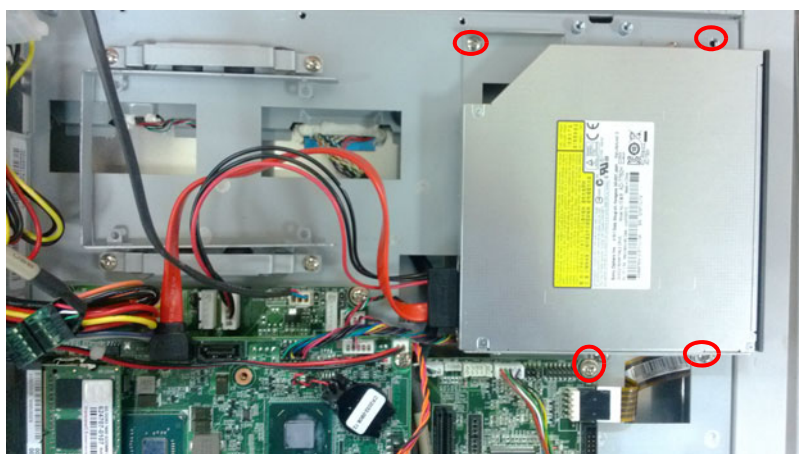

图 2.16:
2. 取出 ODD 模组，固定在铁件上，然后将 ODD 电缆接到对应的接口，如图 2.16 所示。